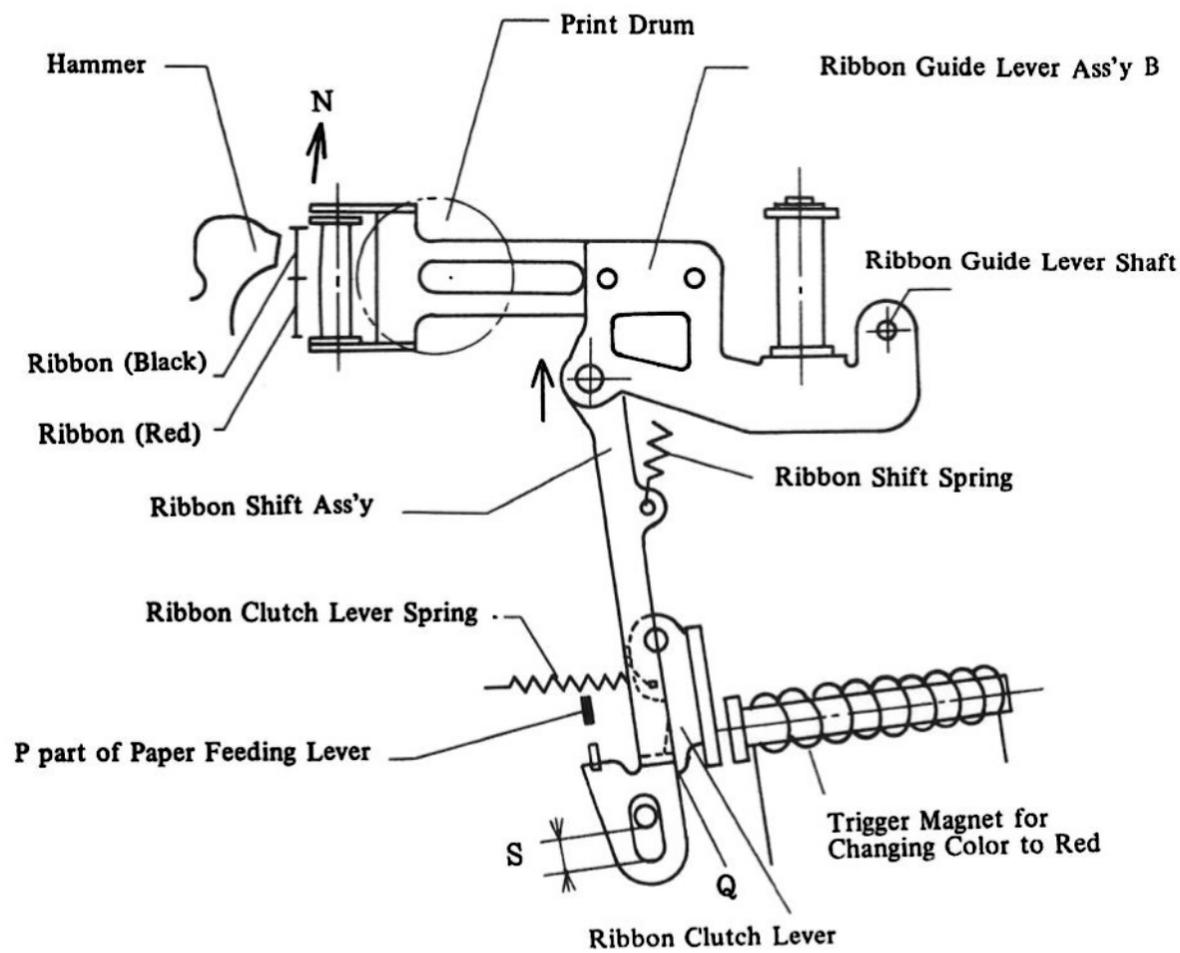

Fig. 3-22 Farbbandmechanismus (4)
Z. B.: Das Signal FR OUT wird von TL12 bis TL0 gesendet. Die Erregung des Triggermagneten für die Farbbandumschaltung beginnt dann mit TL12. Die komplette Umschaltung von schwarz nach rot erfolgt in 50ms (mechanische Verzögerung), das wird in Fig. 3-22 noch genauer erklärt. Das Drucksignal DO zum Drucken der Ziffer 1 wird bei TM1 zum Erregen des entsprechenden Triggermagneten gesendet. Der Hammer schlägt dann in 23,5 ms gegen die Ziffer 1. Zu diesem Zeitpunkt ist das Farbband in Rotposition und es wird rot gedruckt.
Fig. 3-22 zeigt die Farbbandumschaltung, die auf der Platine G montiert ist. Normalerweise ist immer der schwarze Teil des Farbbandes zwischen Hammer und Drucktrommel. Wenn der Triggermagnet durch das Signal FR OUT erregt wird, gibt die Klaue Q den Bandumschalthebel frei. Durch die Umschaltfeder wird nun die Farbbandführung, die mit dem Bandumschalthebel verbunden ist, in Pfeilrichtung N um die Strecke S bewegt. Dadurch kommt der rote Teil des Farbbandes zwischen Hammer und Druckwalze.